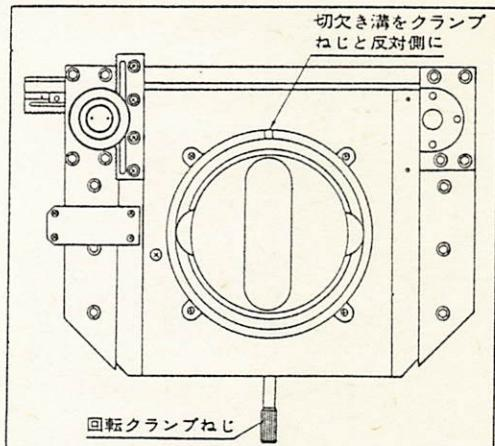

図 6
- 3) ステージ裏面の丸アリ切欠き溝とクランプねじが、図6のように反対側にくるように丸アリを回転させ、ステージクランプねじで固定します。